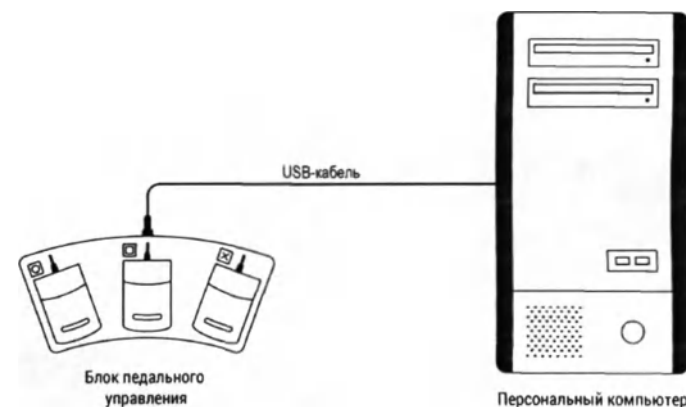

Рис. 6. Схема подключения блока к системному блоку ПК
Схема подключения блока к системному блоку ПК при помощи USB-кабеля представлена на рис. 6.
2. Подключите блок к системному блоку ПК согласно рис. 6. После запуска ПО блок включается автоматически.